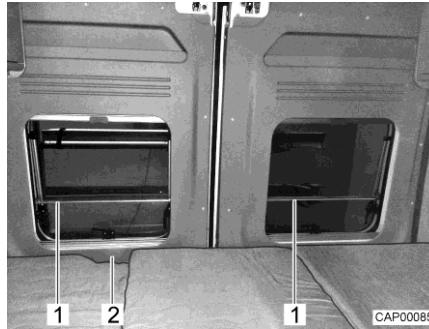

Fig. 57 Protezione anticaduta (letto longitudinale in coda)
- ▷ Le finestre delle porte di coda sono dotate di una protezione anticaduta (Fig. 57,1). La porta di coda può essere aperta dall'interno mediante la maniglia (Fig. 57,2).